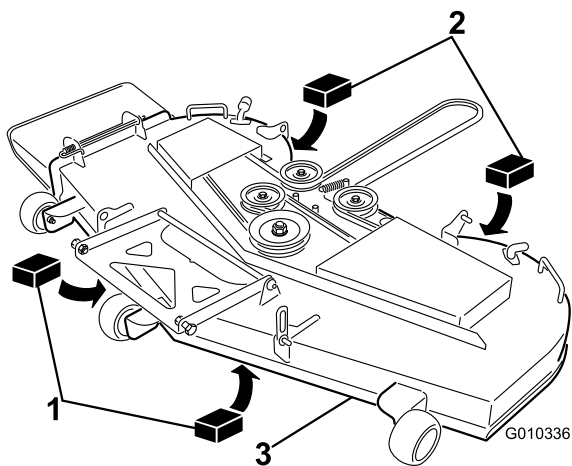

**Figure 63**
3. Faites pivoter les lames avec précaution pour faire passer les pointes avant à l'arrière (Figure 63).
4. Mesurez la distance entre la pointe de la lame avant et la pointe de la lame arrière par rapport à la surface plane (Figure 63). Si la pointe avant de la lame n'est pas de 1,6 à 7,9 mm (1/16 à 5/16 po) plus basse que la pointe arrière, poursuivez la procédure de mise à niveau du tablier de coupe.